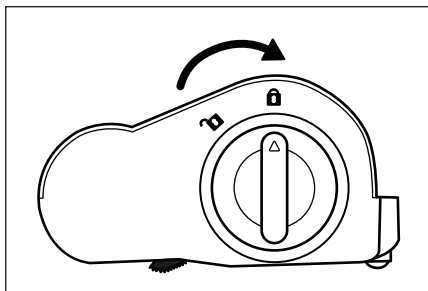

Fig. 29
- 5) Introduceți peria rotativă **20** în peria pentru podea **21** și rotiți dispozitivul de blocare a periei rotative **19** în direcția simbolului **🔒** (închidere) (a se vedea fig. 29).